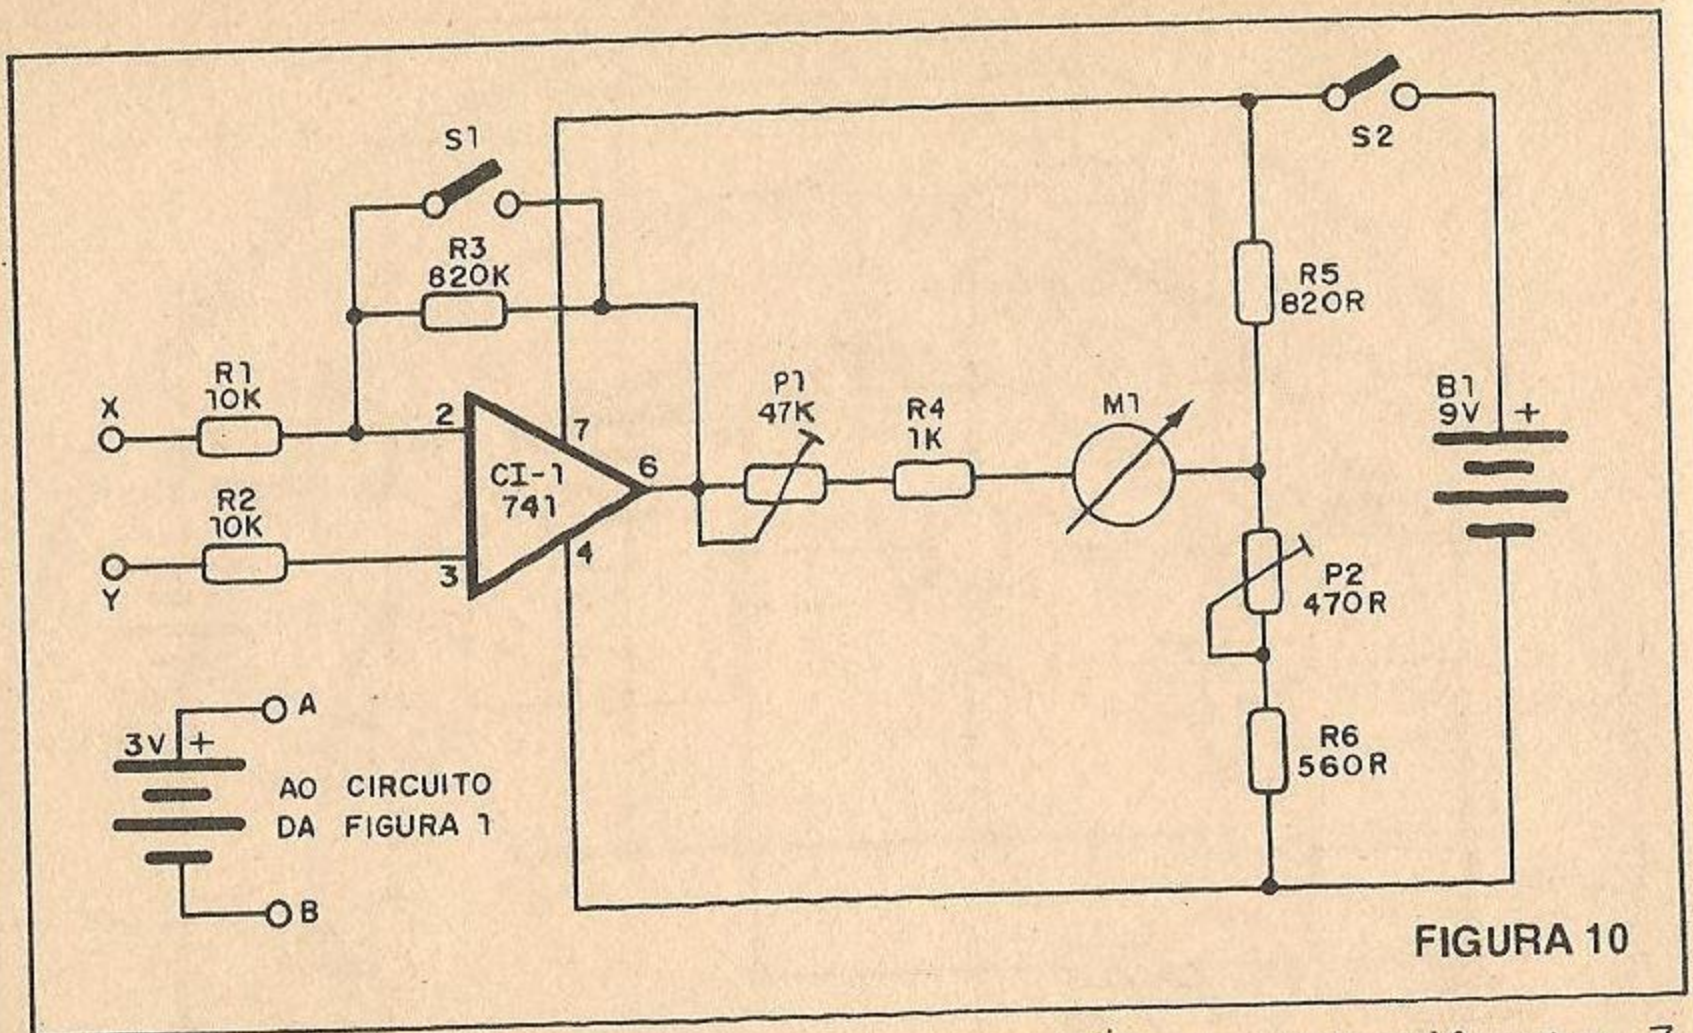

FIGURA 10
A terceira possibilidade de detector de nulo é mostrada na figura 10 e faz uso de um amplificador operacional.
**d) Detector de nulo da figura 10:**